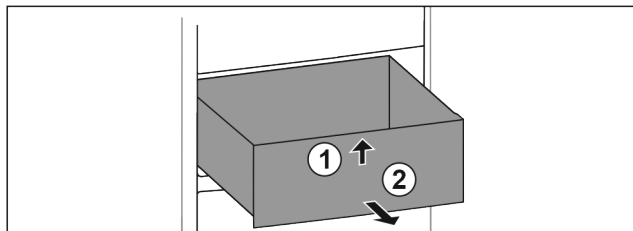

Fig. 74
- Podignite ladicu sprijeda. Fig. 74 (1)
- Izvadite ladicu prema naprijed. Fig. 74 (2)